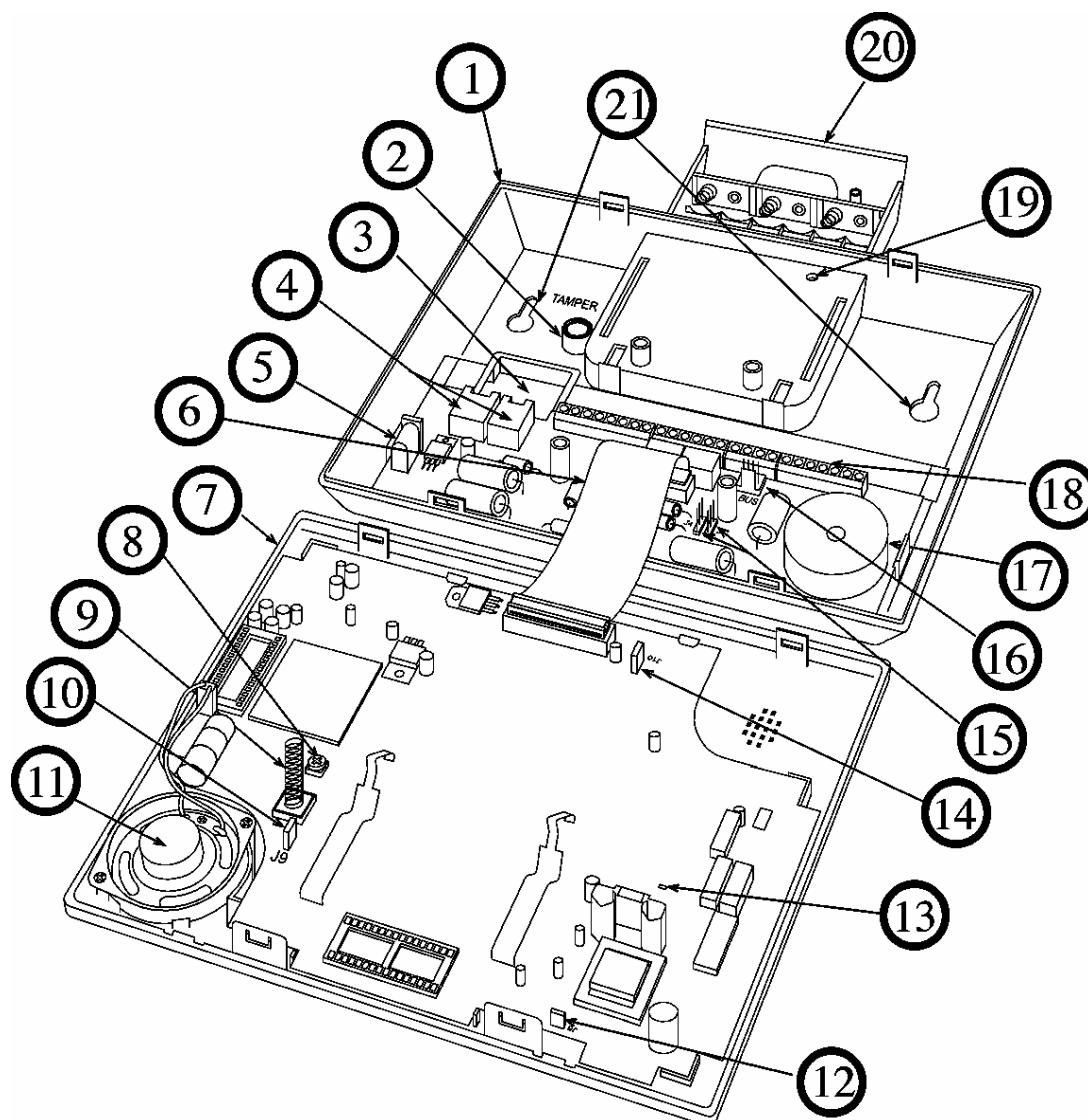

Figura 2-1: Esquema de los Componentes Internos del WisDom
3. Tire de la cubierta de la batería de **WisDom** hacia afuera (Ver figura 2-1)
1. Conecte la línea telefónica entrante con los terminales **PHONE LINE** o al conector enchufable opcional RJ11 marcado como U3. (ver figura 2-1).
2. Conecte cualquier teléfono en las premisas a los terminales **PHONE SET** o al conector enchufable opcional RJ31 marcado como U2 - Línea y Configuración (ver figura 2-1).